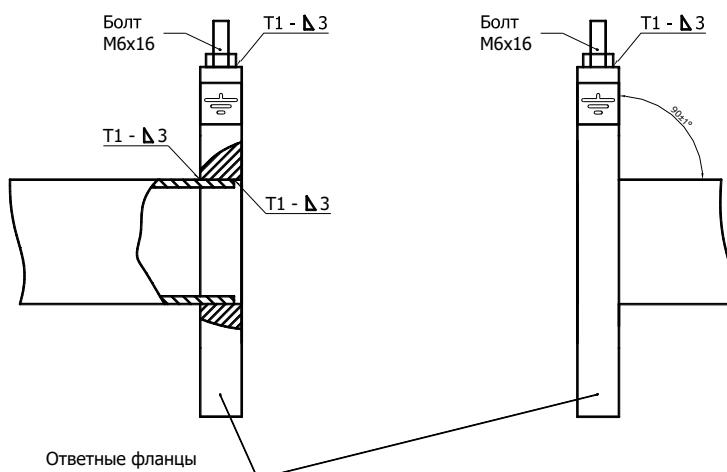

Рисунок 8.6
8.3.5 К прямолинейным участкам трубопровода приварить фланцы в соответствии с ГОСТ 12820-80, при этом угол между осью трубопровода и плоскостью фланца должен быть $90 \pm 1^\circ$. Фланцы следует приваривать таким образом, чтобы после установки расходомера (ППР) ось электродов ППР лежала в горизонтальной плоскости (допустимое отклонение от линии горизонта $\pm 10^\circ$). При монтаже ответных фланцев необходимо приварить болт заземления к верхней части монтируемого фланца (см. рисунок 8.6).